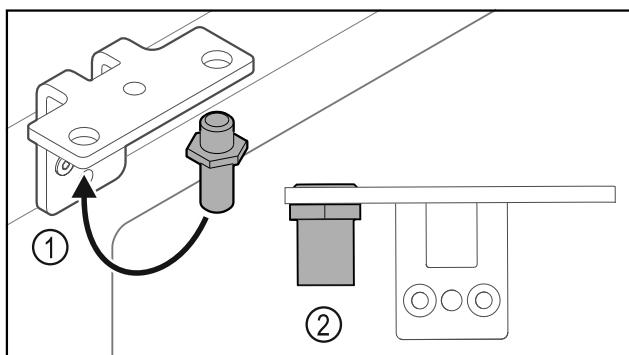

Fig. 31
- Перемістити палець Fig. 31 (1) у шарнірному кутику.
- Затягнути палець Fig. 31 (2) з **обертальним моментом 12 Нм.**